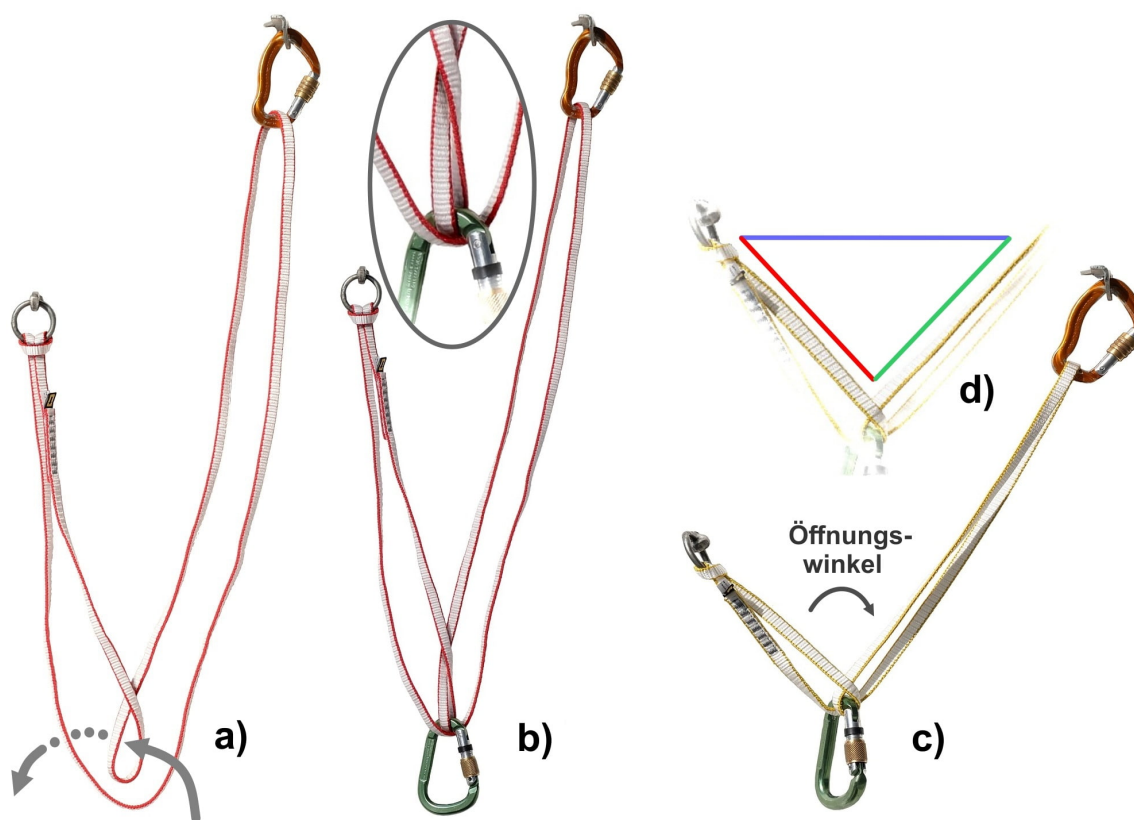

Abb. 5.1: Aufbau eines Kräftedreiecks
- im ersten Schritt fertigst du ein Kräftedreieck an, wie in der Abb. 5.1 beschrieben